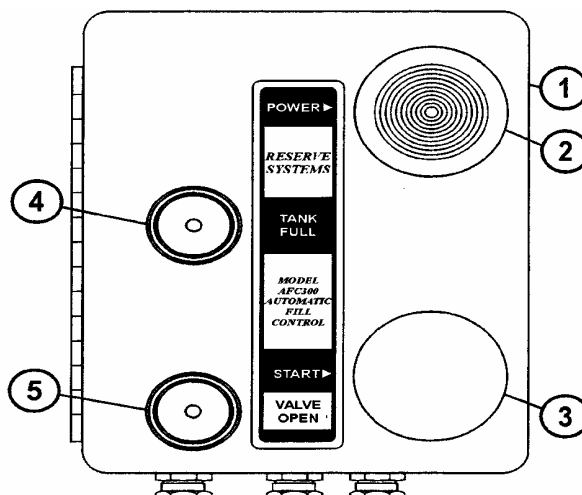

FIGURA 2-1. PANEL DE CONTROL
2. Tire el interruptor (2, Figura 2-1) para accionar el sistema.
3. Presione el interruptor de partida (3). La luz "VÁLVULA ABIERTA" (5) se debe encender y comenzará el proceso de llenado.
4. Cuando el estanque esté lleno, la luz "VÁLVULA ABIERTA" se apagará y la luz "FULL" (LLENO) (4) se encenderá.
6. Presione y mantenga presionado el interruptor de partida (3) por algunos segundos.
8. Presione el interruptor (2) para desactivar el sistema.
4. MOTOR – a. Revise el nivel del aceite en la varilla de medición. Consulte el manual del motor para las recomendaciones de aceite (Clave de Lubricante "A"). NOTA: Si el camión está equipado con un estanque de aceite de motor de reserva, el aceite se debe ver en el visor del centro (en el medio). En caso contrario, agregue aceite al estanque de reserva hasta que se vea en el visor superior. Además, con el motor funcionando, revise la operación de la luz indicadora de LED. Vea a continuación la descripción de señales de la luz de LED. Consulte la Figura 2-1. Señales de Luz de LED: • Fija – La bomba 1 está extrayendo aceite del cárter del sumidero del motor y reduciendo el nivel de aceite. • Destello regular – La bomba 2 está devolviendo aceite al sumidero del motor y aumentando el nivel de aceite. • Destello irregular – El aceite está en el nivel de funcionamiento correcto b. Revise la tubería de escape por seguridad c. Revise por si hubiera ruidos anormales y filtraciones de fluido d. Filtro Eliminator – Revise el indicador de operación